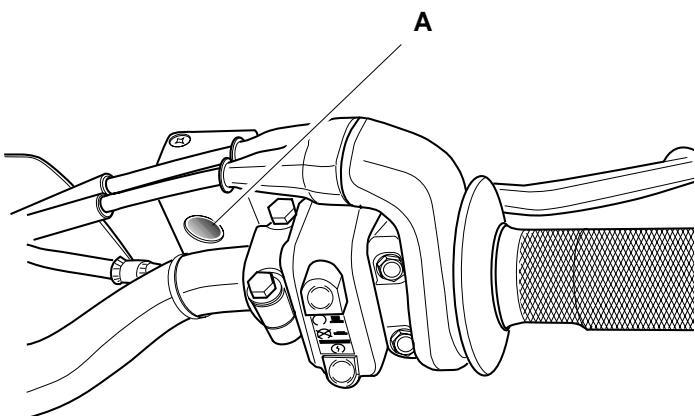

Fig. 28
1. Controllare attraverso la spia d'ispezione "A" (Fig.28) che ci sia olio sufficiente nel serbatoio sulla leva del freno anteriore. Rabboccare se necessario (olio per freni DOT. 4 o 5).
1. Always check through the window "A" (Fig. 28) that there is sufficient fluid in the reservoir at the brake lever for the front brake. Top up as necessary (brake fluid: Dot 4 or 5).
1. Den Bremsflüssigkeitsvorrat am Schauglas "A" (Abb.28) am Bremshebel kontrollieren und ggf. Bremsflüssigkeit gem. DOT 4 oder 5 .
1. Vérifiez à l'indicateur "A" (Fig. 28) du réservoir qui se trouve à côté du levier du frein avant qu'il y a suffisamment de fluide. Rétablissez le niveau si besoin (fluide de frein: Dot 4 ou 5).